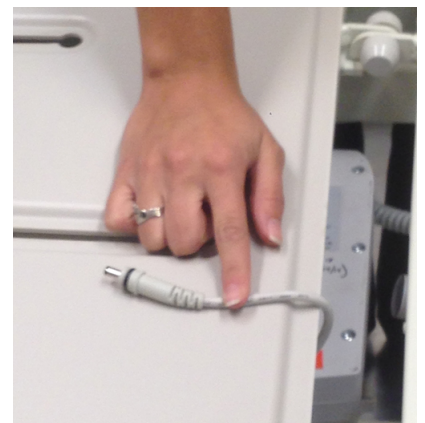

Figura 5 – Desconexión del cable de la batería de la caja de control
5. Utilizando esparadrapo, fije el seguro del cable de la batería al bastidor de la mesa (Figura 5).